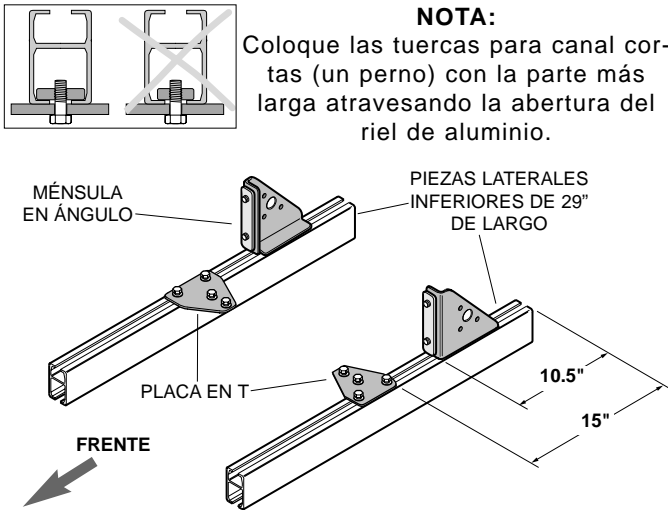

Figura 2.
2. Localice las ménsulas en ángulo y las dos placas en T. Coloque las piezas de aluminio de 29" para el marco sobre el piso con la ranura grande hacia abajo. Una las ménsulas en ángulo y las placas en T a las piezas laterales, deslizando las tuercas para canal hacia los rieles de aluminio. Acomode como se muestra en la Figura 2 y apriete las tuercas para canal para fijar.